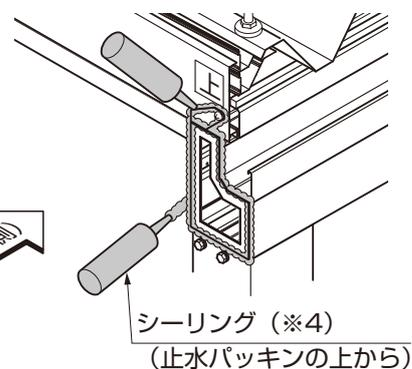
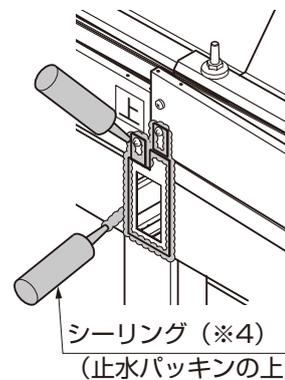
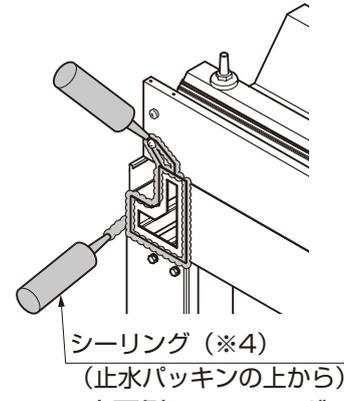

図18-8 水上側のシーリング
図18-10 中間のシーリング
図18-12 水下側のシーリング
- ③幕板取付金具の下部と金具周囲をそれぞれシーリングしてください。(図18-8、図18-10、図18-12参照)
- ④桁の端部を止水パッキンの上からシーリングしてください。(※4) (図18-8、図18-10、図18-12参照)